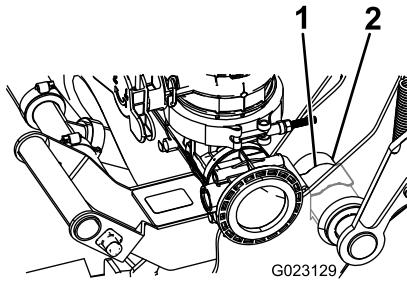

Bild 13
- D. Drücken Sie, bis der Federclip über dem Schwenkrohr einrastet, wie in Bild 13 abgebildet.